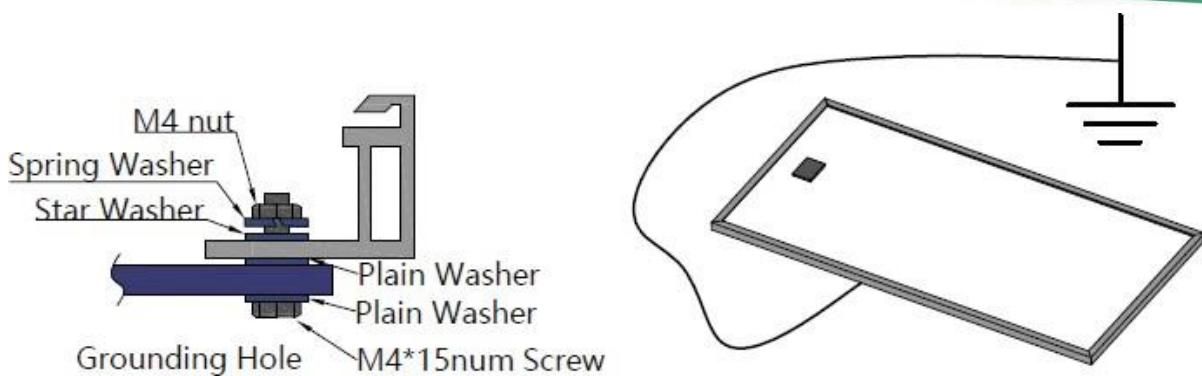

Figura 10: Instalação de aterramento de módulos fotovoltaicos
- e) Todas as estruturas do módulo e racks de montagem devem ser devidamente aterrados de acordo com o local e códigos elétricos nacionais. Fixe o condutor de aterramento do equipamento à estrutura do módulo usando o orifício e as ferragens fornecidas. Observe que uma arruela estrela de aço inoxidável é usada entre o fio terra e a estrutura do módulo (consulte a Figura 10 abaixo). Essa arruela é usada para evitar corrosão devido a metais diferentes. Aperte o parafuso com firmeza.